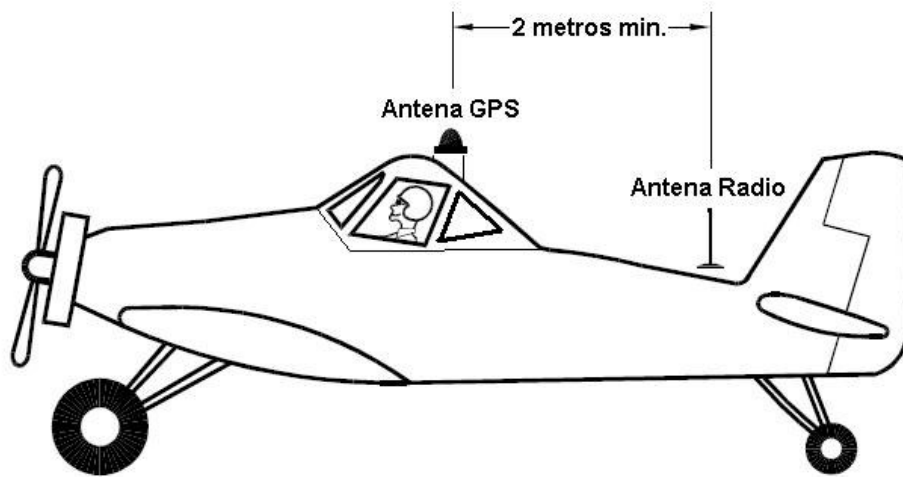

Figura 02
- Caso a aeronave possua radio de comunicação, certifique-se de que os fios de alimentação do circuito do radio tenha bitola suficiente para o consumo de corrente excessivo deste tipo de equipamento. Instale a antena do radio o mais afastado possível da antena do DGPS (Figura 02), a recomendação é de no mínimo dois metros entre elas. Dê preferência por instalar a antena do DGPS sobre a cabine da aeronave e a antena do radio de comunicação na barriga da aeronave.
Após executar os cadastros, ou escolher os dados de aeronave e pilotos já cadastrados na tela inicial do Novo Trabalho (figura 02), escolha a opção “Próximo”.